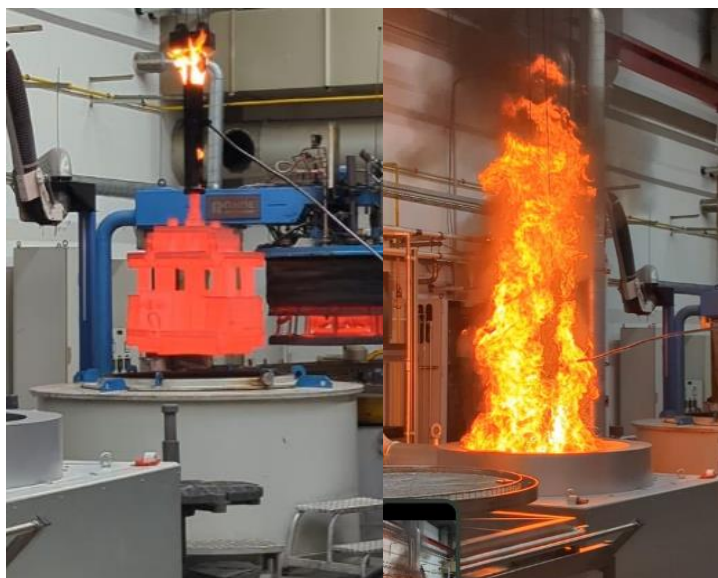

Рис.2 Отпуск инструментов (розогревание до 856 градусов цельсий охлаждение в масле)
- Проектирование 3D-моделей в Autodesk Inventor на основе реальных производственных задач (см. рис. 2).